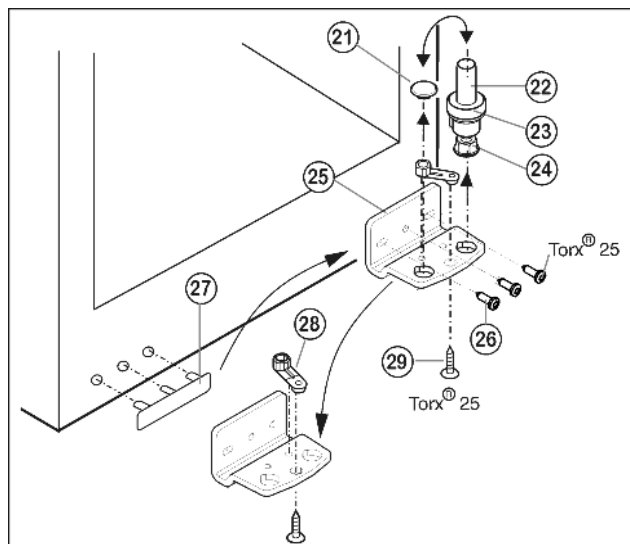

Fig. 5
- Извлеките опорный винт Fig. 5 (22) в комплекте с шайбой Fig. 5 (23) и регулируемой опорой Fig. 5 (24), вытягивая его вверх.
- Снимите пробку Fig. 5 (21).
- Открутите Fig. 5 (26) опорный кронштейн Fig. 5 (25).
- Открутите Fig. 5 (29) опорную деталь Fig. 5 (28) и, переставив в отверстие на противоположной стороне опорного кронштейна, снова прикрутите.
- Осторожно снимите и переставьте на противоположную сторону крышку со стороны ручки Fig. 5 (27).
- Снова прикрутите опорный кронштейн Fig. 5 (26) на новой стороне шарнира (с моментом 4 Нм). При необходимости используйте аккумуляторный шурупверт.
- Переставьте пробку Fig. 5 (21) в свободное отверстие.
- Вновь установите опорный винт Fig. 5 (22) в комплекте с шайбой и регулируемой опорой. При этом фиксатор должен быть направлен назад.
- ▶ Установите дверцу сверху на нижний опорный палец Fig. 5 (22).
- ▶ При необходимости выровняйте дверцу через два продольных паза в нижнем опорном кронштейне Fig. 5 (25) параллельно корпусу устройства. Для этого выкрутите средний винт.